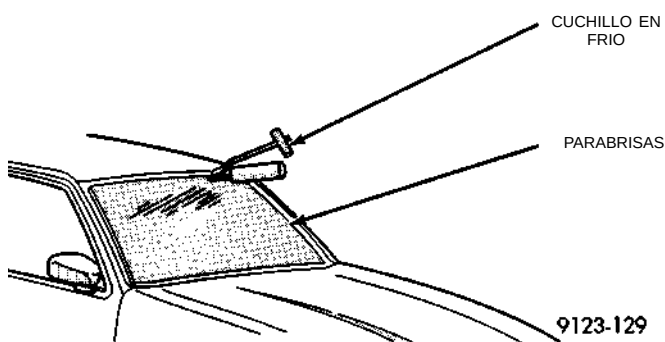

Fig. 2 Corte el uretano de alrededor del parabrisas
- (6) Con un cuchillo en frío afilado, corte el adhesivo de uretano que fija el parabrisas a los parantes A, a la plancha superior del techo y a las guías del doblez del cubretablero (Fig. 2). También se puede utilizar un dispositivo eléctrico para cortar, si dispusiese de uno.
- (7) Separe el parabrisas del vehículo.